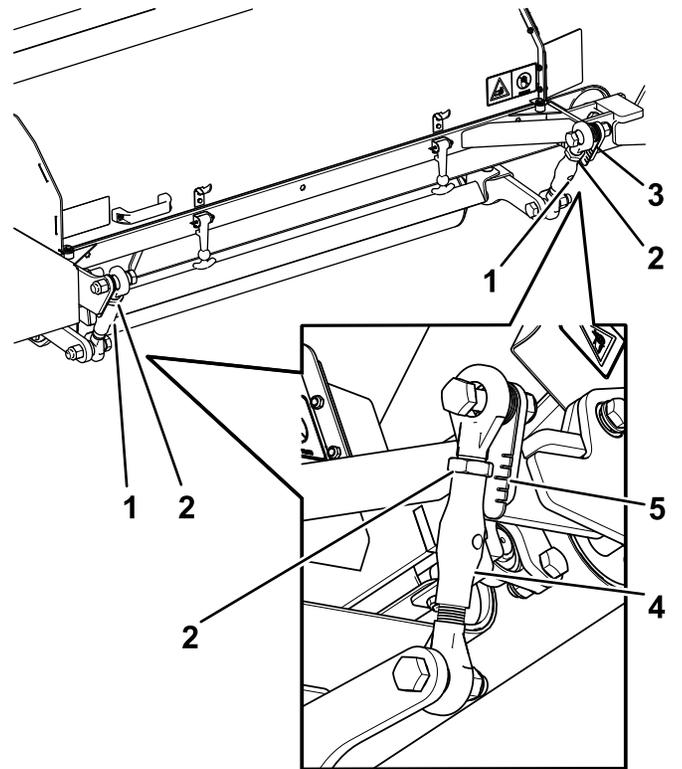

Figura 19
3. Apriete la contratuerca de la parte superior de cada biela trasera (Figura 19).
Asegúrese de que el rodillo trasero está ajustado en la ranura larga para cortar y escarificar (Figura 19).
2. Ajuste las bielas traseras hasta que queden alineadas con la ranura larga del indicador (Figura 19).